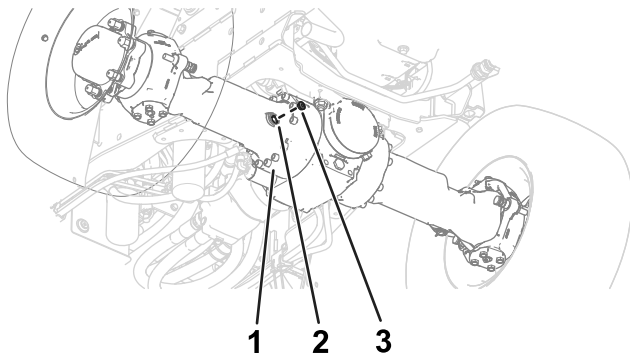
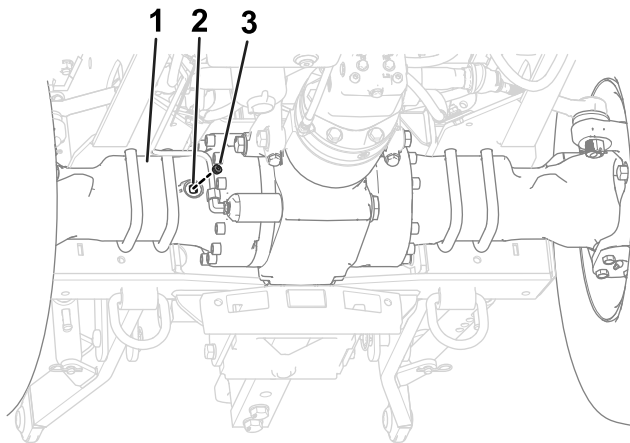

Bild 95
Bild 96
2. Entfernen Sie die Schraube vom Schauglas im Differentialgehäuse in der Achse (Bild 95 und Bild 96).
3. Prüfen Sie den Ölstand in der Achse im Schauglas. Der Stand sollte an der Unterseite des Schraubengewindes liegen (Bild 95 und Bild 96).
6. Setzen Sie die Schauglasschraube in die Schauglasöffnung im Differentialgehäuse der Achse ein (Bild 95 und Bild 96).
Hinweis: Siehe Bild 96 für das Schauglas der Hinterachse.